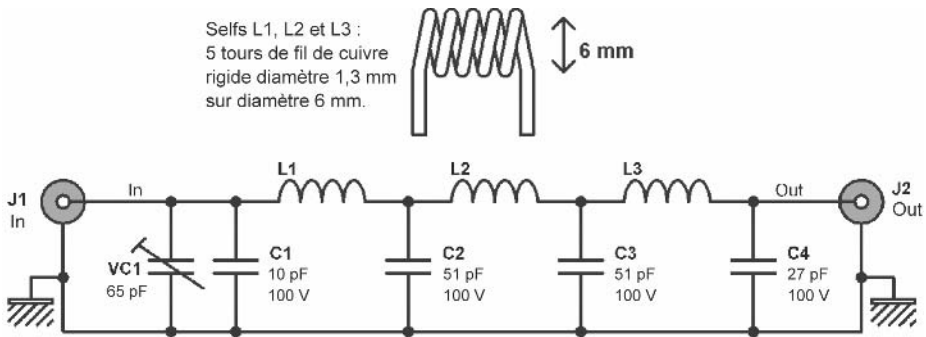

Figure 5.7
**Tentatoo** – Exactement ! Si ce n'est bien sûr que les dimensions du fil électrique utilisé, la taille des spires et le diamètre ne sont pas du même ordre de grandeur. Voyez le schéma en **figure 5.7**, qui propose un exemple de filtre passe-bas prévu pour fonctionner en haute fréquence. Ce filtre atténue les signaux dont la fréquence est supérieure à 130 MHz.